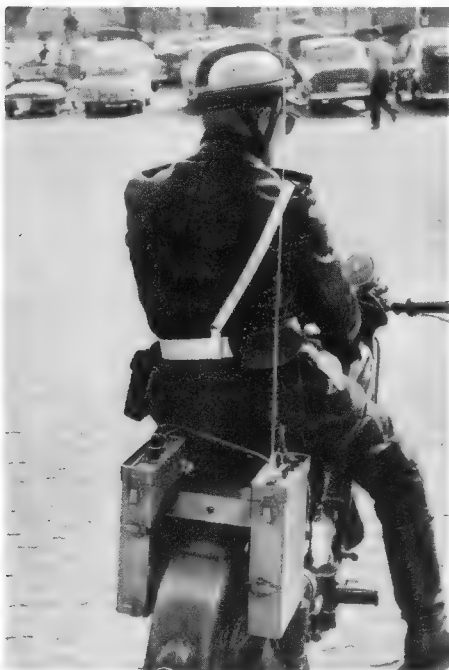

Bild 1. Telefunken-„Telemot“, eine kleine Funksprechanlage mit Mikrofon-Lautsprecher am Lenker für Motorräder
Die Transistor-Bestückung der Niederfrequenzstufen und der Stromversorgung ermöglichte den Bau einer sehr leistungsfähigen Weiterentwicklung des bekannten Telefunken-Teleport IV zum Motorradgerät „Telemot“. Es ist in drei Gruppen unterteilt: Sende/Empfangsgerät mit 4-W-Niederfrequenzverstärker (I), Stromversorgung mit Transistor-Gleichstromwandler und Bleiakkumulator 6 V/9 Ah sowie Mikrofon-Lautsprecher am Lenker des Motorrades. Die Sprechtafel liegt am rechten Griff. — Das „Telemot“ arbeitet in den gleichen Bereichen wie das „Portofon“ und ist als 1-Kanalgerät bzw. bei entsprechender Quarzbestückung auch als 1...9-Kanal-Gerät ausgebildet. Die Hf-Leistung liegt zwischen 1,2 und 1,8 W, und der Kanalabstand wird mit 50 kHz genannt. Bild 1 zeigt die beiden Teile Sender/Empfänger und Stromversorgungsteil am Hinterrad sowie den Mikrofon-Lautsprecher am Lenker eines Polizei-Motorrades.